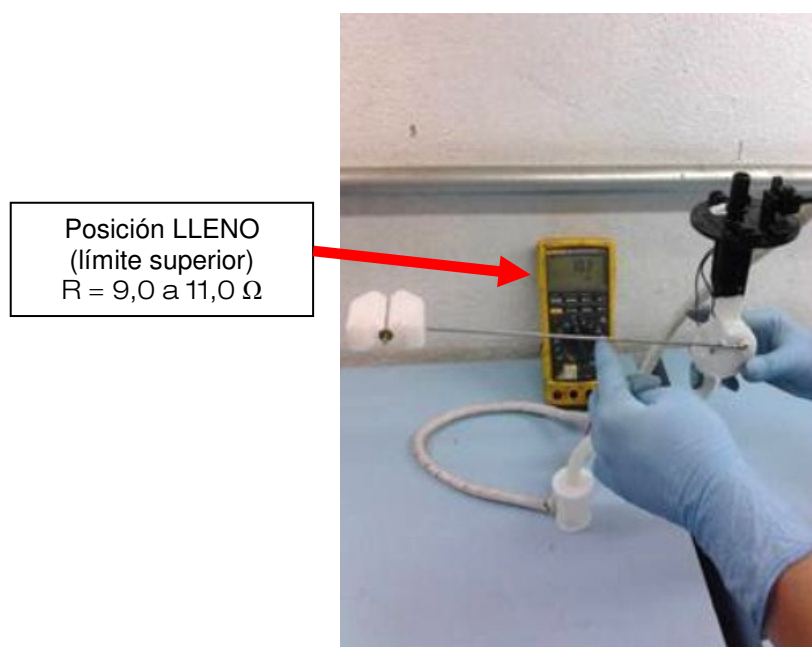

Fig. 3 – Medición del valor de resistencia del emisor en condición de tanque lleno
a. Condición de tanque lleno: llevar el vástago del flotante hasta el límite superior del medidor de nivel y verificar el valor de resistencia (Fig. 3).